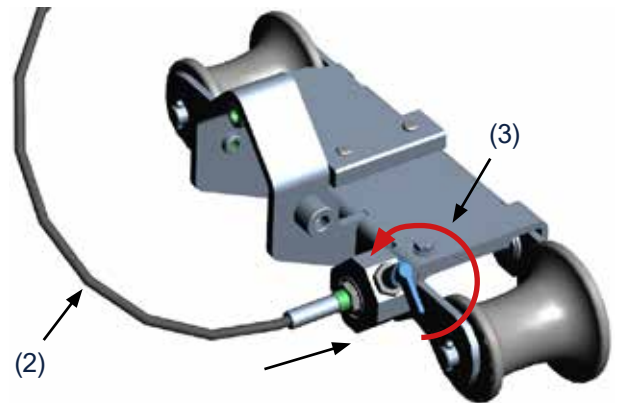

Fig 54.
7. Abaissez le Unité de puissance. Assurez-vous que les deux côtés de l'arbre du Unité de puissance reposent en position. Le Unité de puissance est bien équilibré et facilement mis en place. Verrouillez les poignées pour fixer le Unité de puissance, Fig 54. Assurez-vous que la goupille de verrouillage est dans sa position intérieure.